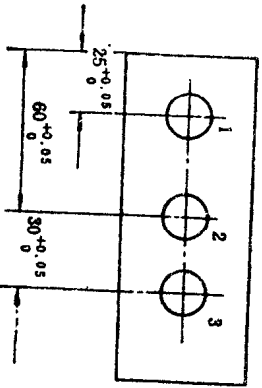

图 10-3
3. 加工如图10-3所示的三孔, 求孔1与孔2、孔1与孔3中心距能达到的尺寸精度。